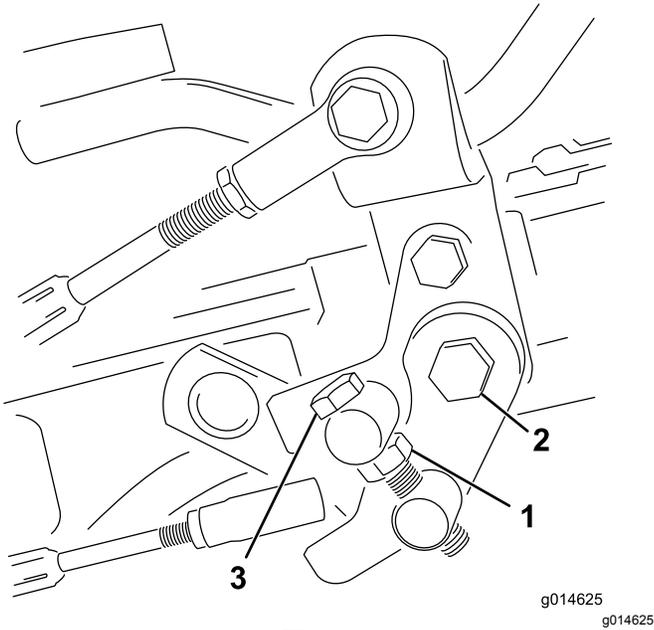

图33
1. 松开枢轴螺栓上的锁紧螺母图33。
4. 上紧枢轴螺栓上的锁紧螺母和踏板枢轴上的螺母锁定调整图33。检查调整情况并按需要调整。